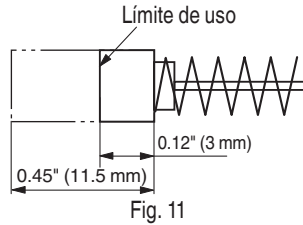

Fig. 11
5. Inspección de las escobillas de carbón (Fig. 11)